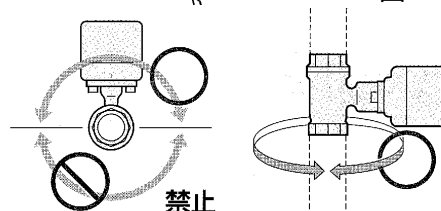

図 23
- アクチュエータ内部に水が浸入する可能性のある、下向きのバルブ取付けは行わないでください。配管可能な取付け姿勢は図 23 の通り、アクチュエータが上向きから横向きまでです。